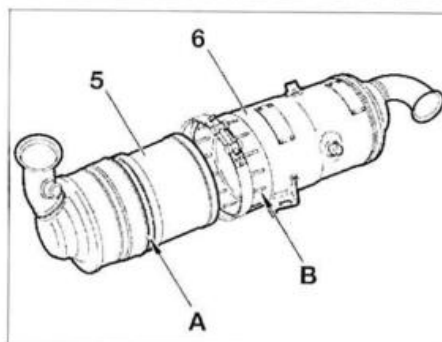

FIG. 38
- situar la ranura (A) del filtro de partículas (5) en el centro de las ranuras (B) del catalizador (6) (fig. 38).